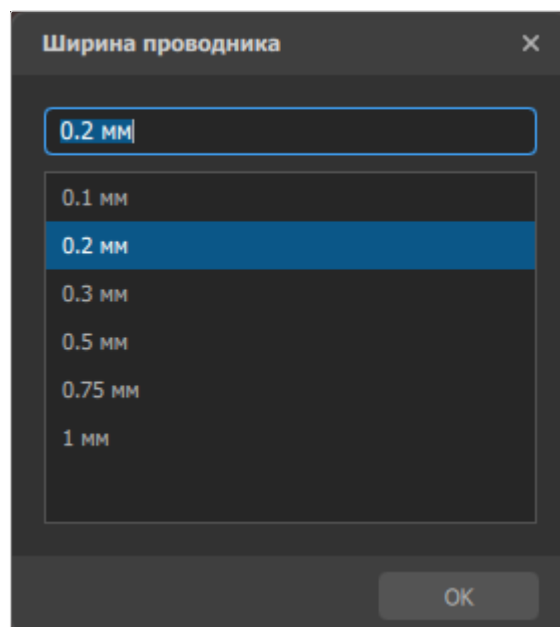

Рисунок 100. Выбор ширины сегмента
- Изменение ширины сегментов — сочетание клавиш **Shift** + **W**. Вызывает диалоговое окно «Ширина проводника» (см. рисунок 100), где можно выбрать одно из предустановленных значений или задать произвольное значение в миллиметрах.